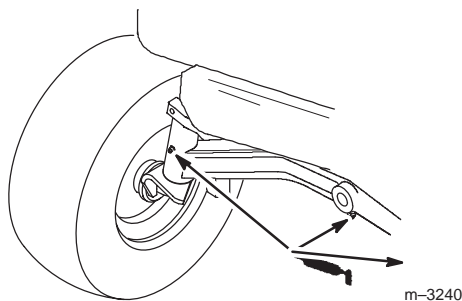

Figure 32
1. Graissez les fusées gauche et droite jusqu'à ce que la graisse commence à sortir des roulements (Fig. 32).
2. Graissez le pivot d'essieu avant (Fig. 32).